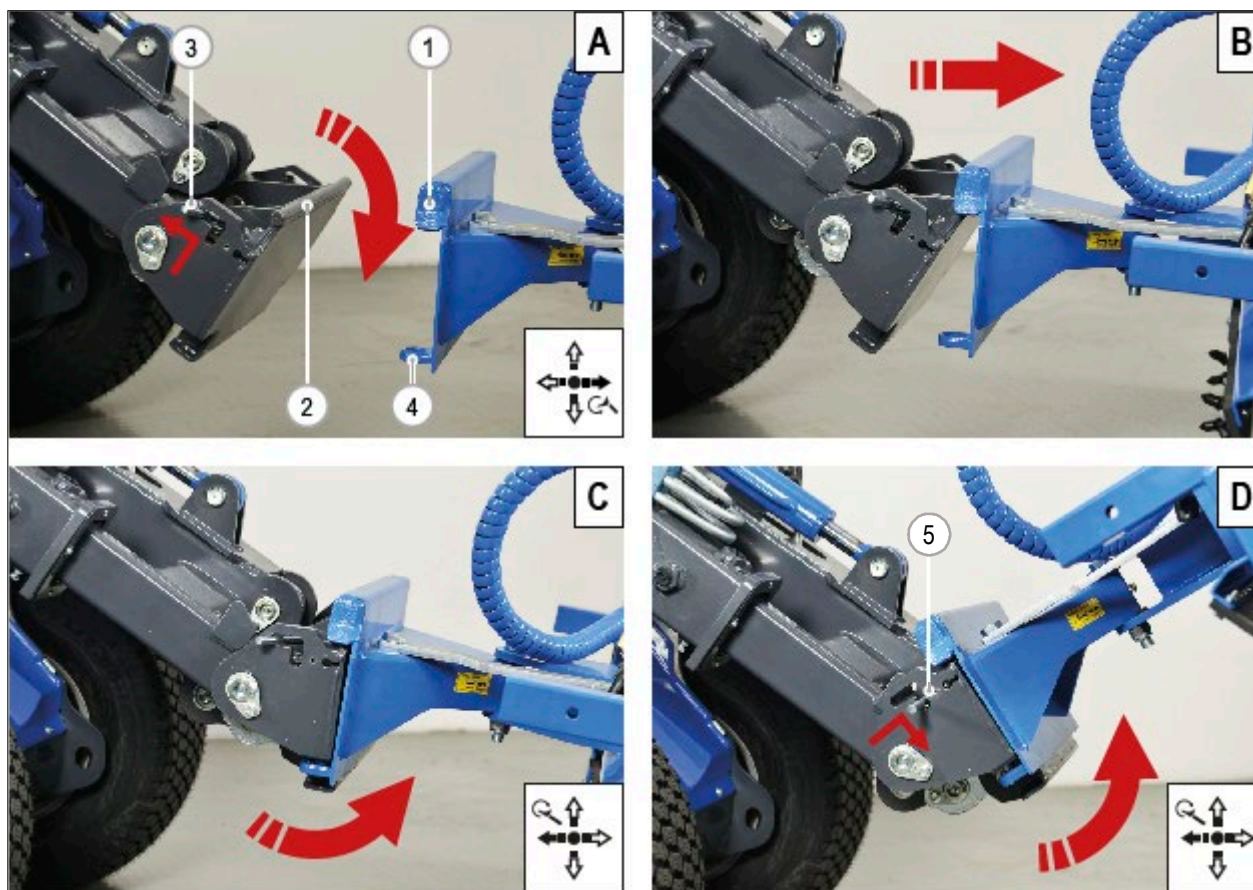

РИС. 28
- 6) Поднимите и нажмите два рычага (РИС. 28 - Сс. 3), расположенные на быстром сцепном устройстве, заглушки креплений поднимутся.
- 8) Осторожно подтяните быстрое сцепное устройство к навесному оборудованию, чтобы поднять круглый профиль на верхнем конце (РИС. 28 – Сс. 2) к предназначенным для него посадочным местам крепления (РИС. 28 – Сс. 1).
- 9) Медленно переместите многофункциональный джойстик влево, чтобы быстроразъемная муфта отклонилась назад, поднимите быстрое сцепное устройство ещё на несколько сантиметров. Система сцепления автоматически закроется, а две заглушки войдут в гнезда навесного оборудования. (Рис. 28 – Сс. 4).
- 10) Проверьте визуально, что два рычага (РИС. 28 – Сс. 5) находятся в нижнем положении. Если нет, соединение не было произведено.
-) Осторожно подтяните быстрое сцепное устройство к навесному оборудованию, круглый профиль на верхнем конце (РИС. 28 – сс. 2) поднимется к предназначенным для него посадочным местам крепления (РИС. 28 – сс. 1).
- 1) Поднимите и отодвиньте два разъединительных рычага (РИС. 28 – Сс. 3) от быстрого соединительного устройства, отсоединятся две вилки.